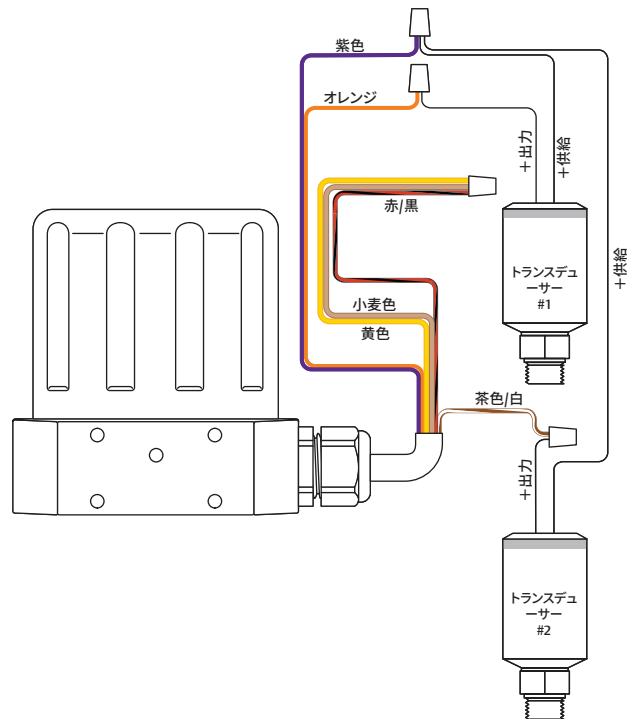

Figure 39: 2つの外部フィードバックソースの切り替え
**注記** 前ページのFigure 39 に示される配線は、2本ワイヤのトランスデューサー用です。3本ワイヤのトランスデューサーおよび4本ワイヤのトランスデューサーのための正しい配線については、それぞれ Figure 32 および Figure 33を参照してください。
ER5000 は、通常の装置の動作中に内部変数を監視するだけでなく、多くのアナログソースからの信号を監視することができます。これは、装置のトレンド分析を行うためにデータを取得するのに役立ちます。2つのトランスデューサーが(たとえば、出力 P1 および P2と一緒に) 前ページの Figure 39 に示されていますが、ERTune™ プログラムなどのPCプログラムにより連続的に監視できます。